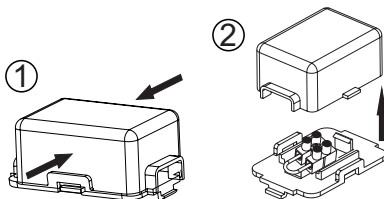

Abb. 3.2: Anschluss Fensterkippschalter
In der Motorbox ist in einer kleinen schwarzen Box eine Lüsterklemme mit eingesetzter Kabelbrücke installiert (⇒ Abb. 3.2). Öffnen Sie die Box indem Sie den Deckel an den langen Seiten zusammendrücken ① und abnehmen ②.
- Teleskopschacht ① nach oben ziehen und mit 2 Schrauben ② von links und rechts an Schachtmontagebügel ③ verschrauben. Keinen Akkuschrauber dazu verwenden (⇔ Abb. 3.2).